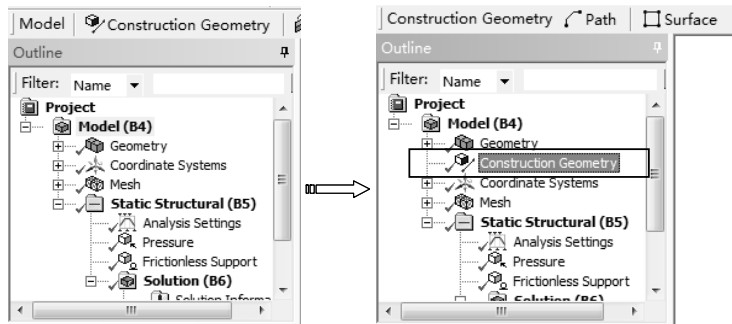

图 5-54 插入构造几何
4) 插入构造几何。在【Outline (分析树)】中选择【Model (B4)】节点，单击【Model】工具栏上的【Construction Geometry】按钮插入构造几何，如图 5-54 所示。